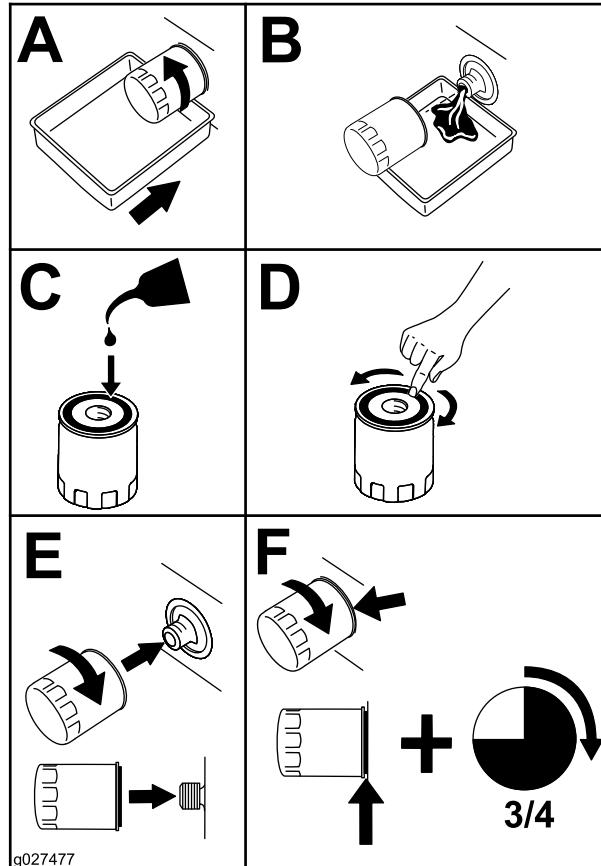

Figure 46
- Remplacez le filtre à huile moteur (Figure 46).